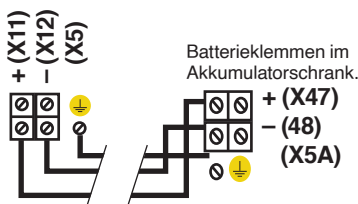

Abb. 22. Anschluss des Systems an einen Batterieschrank.
- Schließen Sie den normalerweise mitgelieferten Kabelschlauch zwischen den Klemmen (X11) - (X12) des Systems und (X47) - (X48) des Batterieschranks oder der Bank an, wobei Sie die Farbe der Kabel (rot für (+), schwarz für (-) und grün-gelb für den Erdungsanschluss (⊕)) sowie die auf dem Etikett des Geräts angegebene Polarität beachten müssen (siehe Abb. 22).